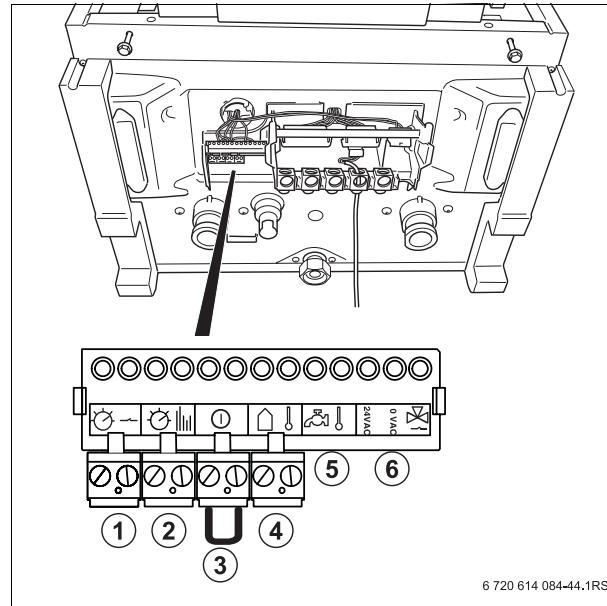

Fig. 21 Cutie cu borne de joasă tensiune
- ▶ Racordați modulul funcțional prin BB-Bus la bornă (→ fig. 21, [2]).